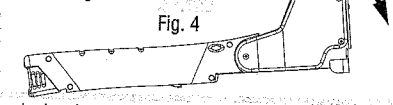

Fig. 4
1. Gire la herramienta boca abajo como se muestra en la fig. 4.